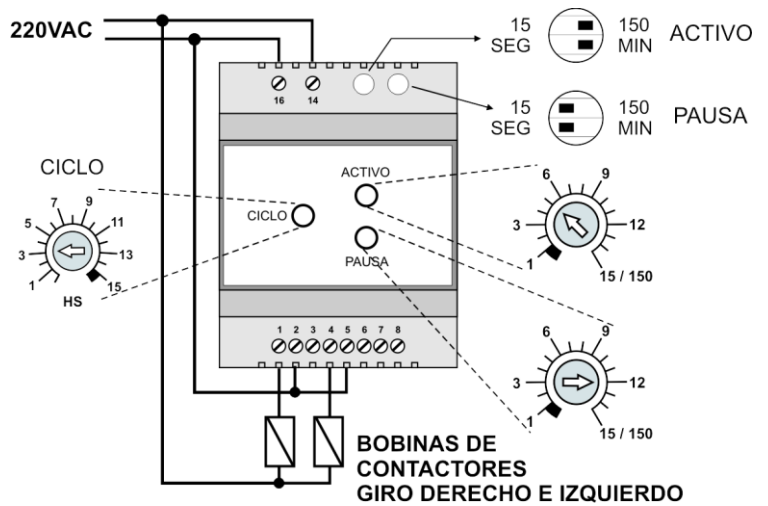

Figura 4 Control de motor en ambos sentidos de giro.
En el ejemplo de la figura 4 se preajustó la salida activa con un tiempo de 50 minutos (1), mientras que la pausa está programada en 12 segundos (2).